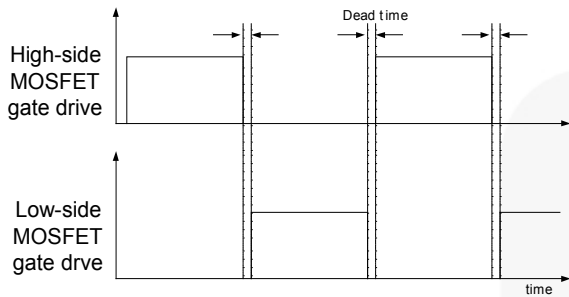

图 16. MOSFET 栅极驱动信号
1. 基本工作: FAN7621B 设计为驱动高侧和低侧 MOSFET，各占 50% 占空比。在连续转换间引入了固定死区时间 350ns，如图 16 所示。